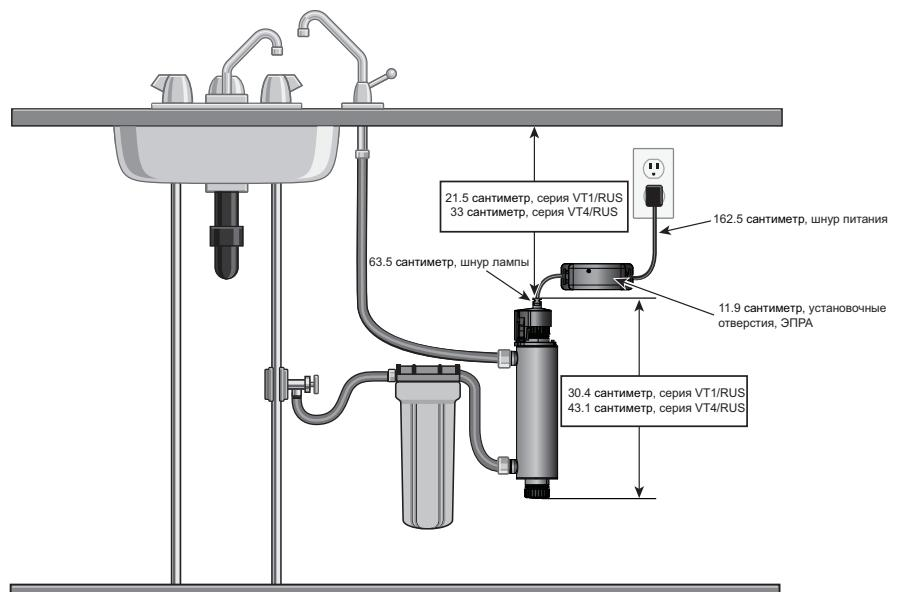

Рисунок 3 Система дезинфекции
- На Рисунок 3 показана установка типичной системы дезинфекции в месте использования (POU) и соответствующих компонентов, которые могут использоваться с установкой. В случае, если требуется «автономное» техническое обслуживание, рекомендуется использовать обводной узел. В данном случае учтите, что при использовании обводного узла для системы распределения требуется дополнительная дезинфекция. К тому же во время использования обводного узла вода НЕ будет проходить дезинфекцию, и на обводном узле необходимо физически установить табличку с текстом «ВОДУ НЕ ИСПОЛЬЗОВАТЬ» до тех пор, пока система не пройдет санитарную обработку и ее эксплуатация не будет продолжена. Дополнительную информацию см. в Раздел 3.2. Если потребуется использовать воду в ходе автономного состояния системы, воду следует прокипятить в течение 2 минут перед потреблением.